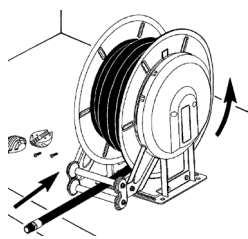

FIG 1
1. Remove the hose rubber stopper and release the hose slowly until the spring is completely unloaded. Fig.1.
1. Lossa slangstoppet och frigör fjäderspänning försiktigt genom att släppa in slangen genom slangstyrningen och försiktigt rotera trumman baklänges tills all kraft försvunnit från fjädern. Fig.1.
**WARNING!** Disassembly of the spring is only permitted to the staff who is suitable skilled and authorized by the manufacturer. The spring which allows to rewind the hose is placed inside a proper housing centre which is joint to the drum. Make sure that the rewinding system is totally unloaded and that the drum is free. See "Replacement of Hose". Fig. 1.
**Varning!** Isärtagning och byte av fjäderkassett får endast utföras av utbildad personal som godkänts av leverantören. Fjädern är placerad i en kassett som i sin tur är monterad inuti slangupprullarens trumma. Se till att fjädern är helt frigjord och att den inte har någon spänning kvar. Se "Byte av slang" Fig.1.